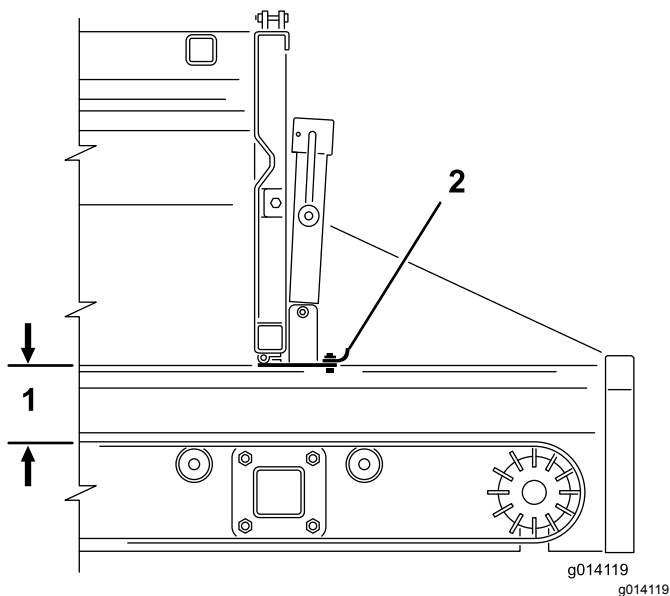

Figura 40
2. Usate la manovella del cavalletto per aprire o chiudere la sezione regolabile della sponda posteriore (Figura 39 e Figura 40). Questo limita il flusso del materiale quando si utilizza un accessorio.